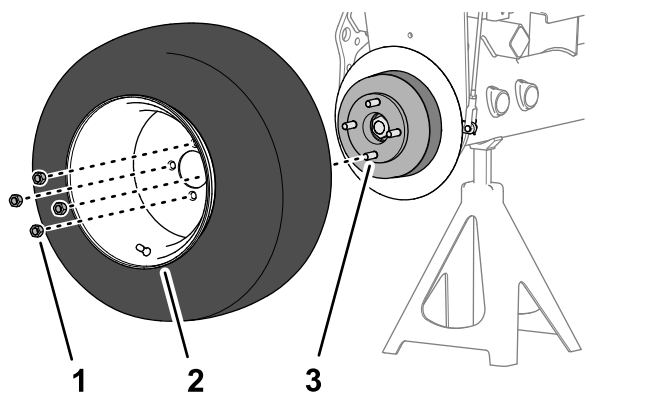

Figura 76
1. Rimuovete i 4 dadi a staffa che fissano la ruota anteriore al mozzo e rimuovete la ruota (Figura 76).